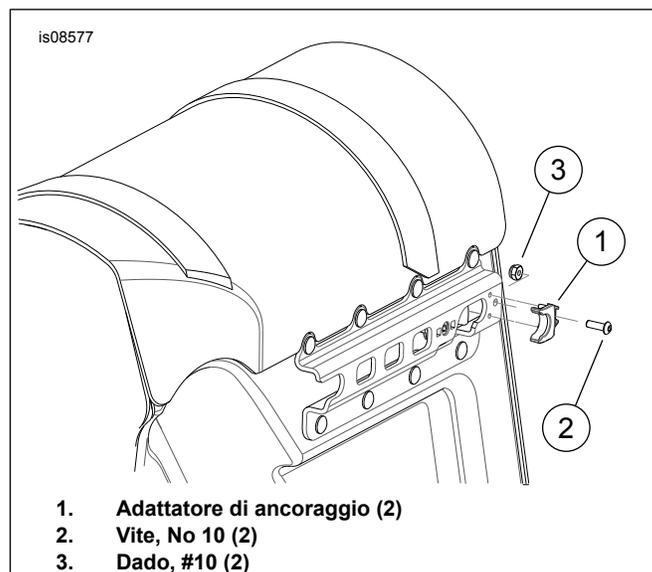
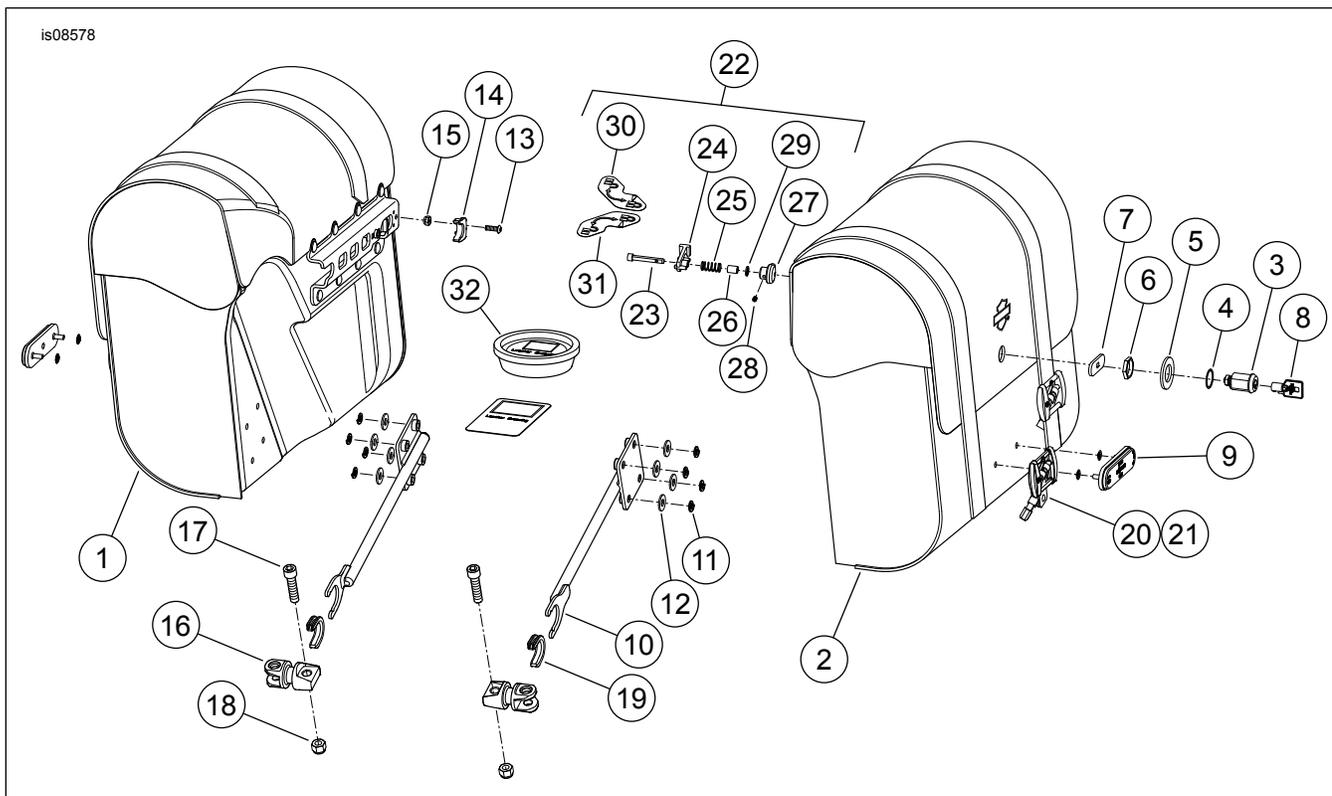

Figura 4. Installare gli adattatori di ancoraggio posteriori
Figura 7. Parti di ricambio: Kit borse portapacchi rimovibili modelli XL
3. Vedere Figura 7 e Tabella 1. Prendere dal kit gli attacchi di ancoraggio (16), le viti (17) e i dadi (18).
1. Vedere Figura 7 e Tabella 1. Procurarsi i bracci di sostegno della borsa (10) e i fermi di ancoraggio (19).
2. Vedere Figura 7 e Tabella 1. Procurarsi i gruppi della borsa di destra (1) e di sinistra (2), gli adattatori di ancoraggio posteriori (14), le viti (13) e i dadi (15).
3. Vedere Figura 4. Inserire i perni dell'adattatore di ancoraggio posteriore (1) nei fori nella parte posteriore della staffa della borsa e mantenere in posizione.
4. Installare l'adattatore posteriore di ancoraggio (1) usando la vite (2) e il dado (3). Serrare saldamente.
5. Vedere Figura 7 e Tabella 1. Prendere dal kit 90201424 i bracci di sostegno della borsa con i fermi a U inseriti (10 e 19), le rondelle piatte (12), le rondelle di sicurezza (11) e i componenti.
6. Seguire le istruzioni del kit 90201424 per montare il braccio (10) sulle borse.
1. Vedere Figura 7 e Tabella 1. Procurarsi dal kit gli elementi della serratura 3-7.